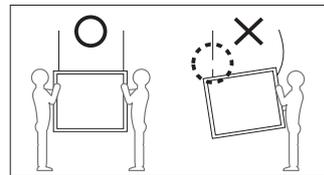

図7
- 吊り下げ作業は事故防止のため、必ず2名以上で行ってください(図7)。